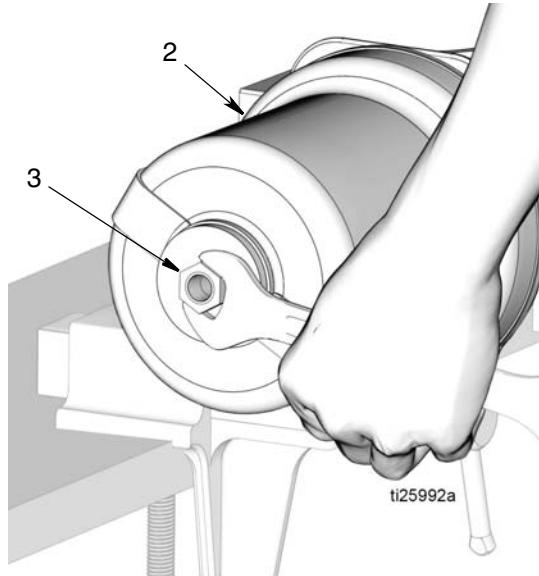

图 55
- e. 将活塞防松螺母 (3) 拧入气缸 (2) 顶部，如图 55 所示。用扳手拧紧螺母。用 15-17 磅英尺 (20.3-23.1 N·m) 的扭力拧紧。